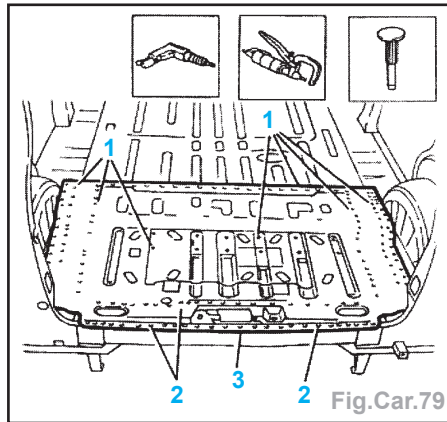

Fig.Car.79
- Déposer les renforts latéraux (3).
- Dépointer à la perceuse et avec une fraise les points de soudure (1 et 2) (Fig. Car.79).